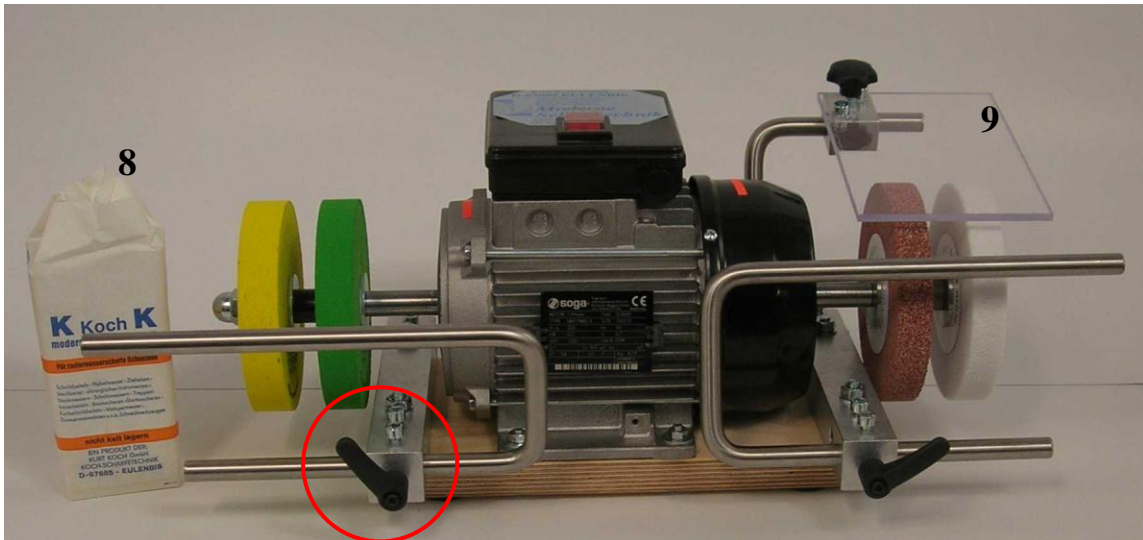

Abbildung 2
8. Weiterer Zubehör: 1 Kg Schleifpaste (Abb. 2)
9. Schutzvorrichtung gegen Schleifabrieb und Funkenflug (Bei der Standardvariante der HT4000/4001 mit Keramikscheiben, muss bei Nachrüsten der HT2000/HT3000 mit Keramikscheiben nachbestellt und unbedingt installiert werden, da beim Schleifen mit Keramikscheiben Funkenflug entsteht) (Abb. 2)
Mittels des beiliegenden Inbusschlüssels werden die U-Auflagen verstellt und in eine geeignete Arbeitsposition gebracht. Der Abstand der Stahlaufgaben von den Schleifscheiben sollte 2mm nicht überschreiten. (Abb. 2)